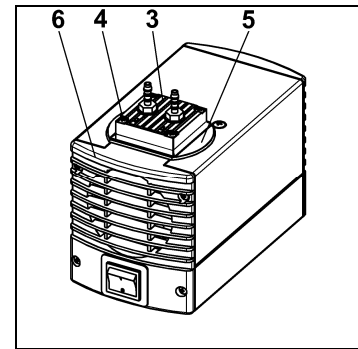
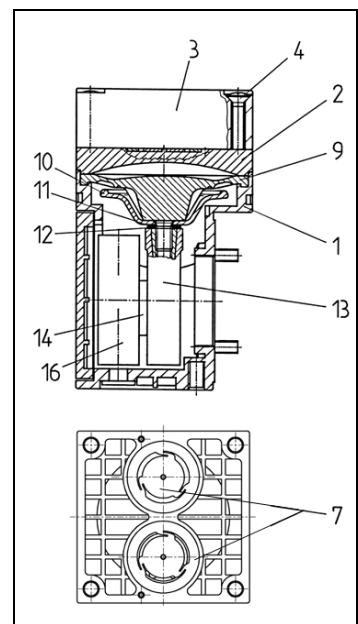

Fig. 4: Démontant la tête de pompe
Fig. 5: Tête de pompe
1. Repérer le couvercle de tête (fig. 4/3), la plaque de protection (5) et le couvercle de corps (6) d'un trait continu au crayon. Cela permettra d'éviter un mauvais positionnement des pièces lors du remontage de la pompe.
2. Dévisser les quatre vis du couvercle de tête (4) et démonter le couvercle de tête (3) en même temps que la plaque de protection (5) hors du corps de pompe.
3. Repérer la culasse (fig. 5/2) et le corps (1) d'un trait continu au crayon.
4. Retirer la culasse (2) du corps (1).
1. Retirer de la culasse (fig. 5/2) les plaques soupapes/joints (7).
2. Vérifier l'état de propreté des logements, de la culasse (2) et du couvercle de tête (3) et remplacer ces pièces en cas d'inégalités et de rayures.
3. Positionner les nouvelles plaques soupapes/joints (7) dans les logements au niveau de la culasse (2) ; les plaques soupapes/joints du côté de l'aspiration et du refoulement sont identiques et il en va de même pour le côté supérieur et le côté inférieur des plaques soupapes/joints.
4. Vérifier que le montage des plaques soupapes/joints (7) est libre de toute contrainte en leur appliquant un léger mouvement horizontal.